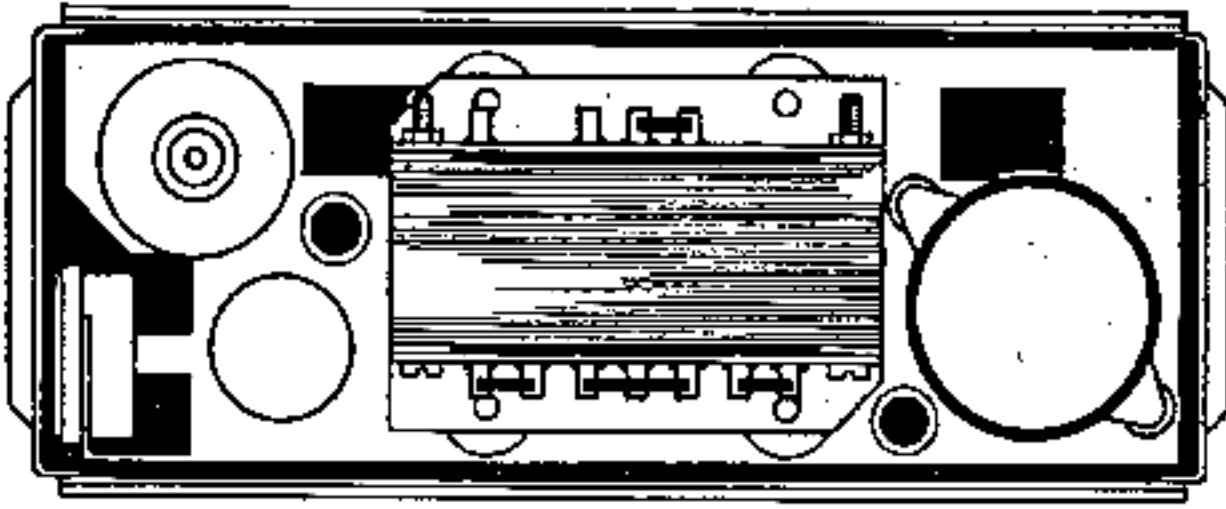
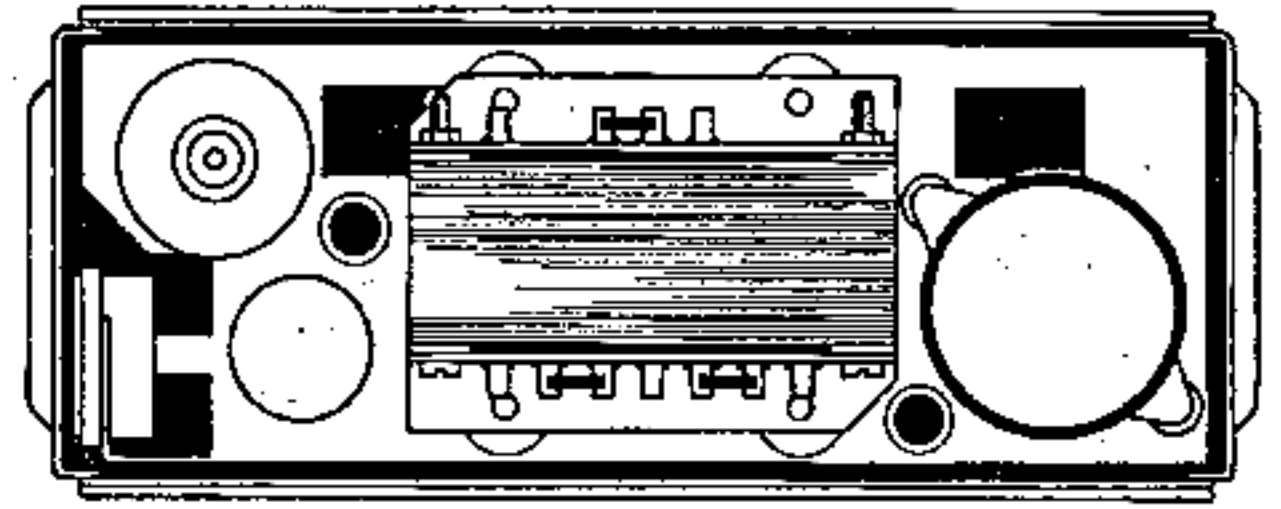

Abb. 9 Zerhacker-Trafo auf 6 V geschaltet
Abb. 10 Zerhacker-Trafo auf 12 V geschaltet
2. Zerhacker-Trafo gemäß Abb. 9 bzw. Abb. 10 umschalten.